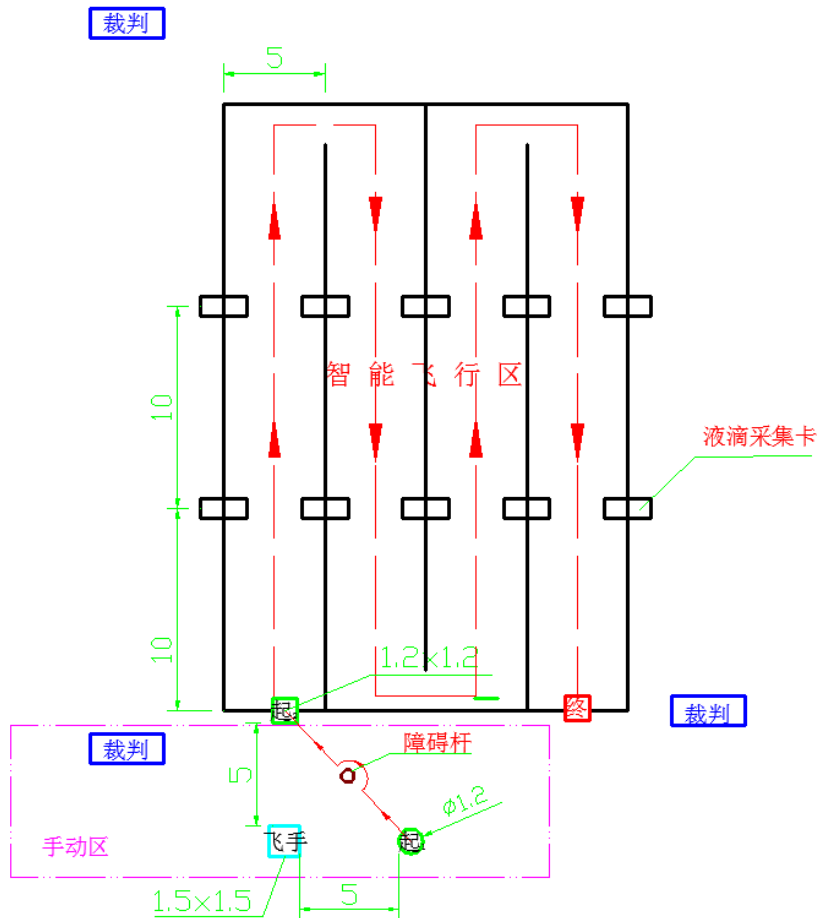

图1 植保机作业赛场示意图
赛场分为两个区域：①手动飞行区；②智能飞行区。（详见图1）
①手动飞行区设有一个障碍杆。
②智能飞行区为30m×20m矩形，纵向分割为4等份。于每一块等份区边界共设置2行共10张液滴采集卡（A4白纸），垂直间隔10m。